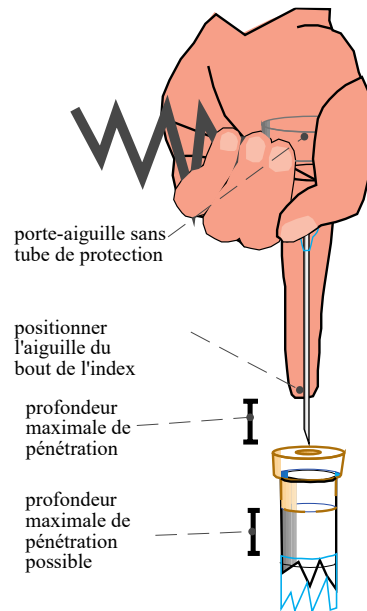

Figure 2 :
- remarque: ce travail peut se faire plus rapidement si l'on enlève le tube de protection qui entoure le porte-aiguille (voir fig. 2); mais la manipulation est plus délicate car on risque de se blesser. Toutes les aiguilles, qu'elles soient neuves ou utilisées, sont à transporter dans leur étui.